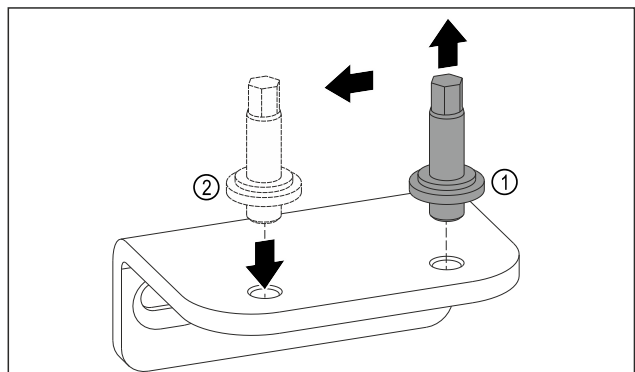

Fig. 11
- ▶ Draai de bout van de onderste lagersteun los met een SW5-inbussleutel. Fig. 11 (1)
- ▶ Plaats de bout aan de andere kant. *Fig. 11 (2)*